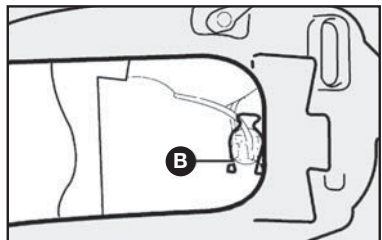

fig. 17
3) retirar el portalámparas presionando las presillas **B-fig. 17** abriendolas lateralmente;